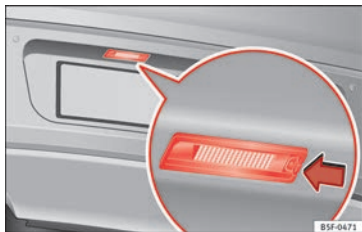

Fig. 117 Sur le pare-chocs arrière : éclairage de la plaque d'immatriculation.
1. Appuyez sur la languette de l'éclairage de la plaque d'immatriculation dans le sens de la flèche » **fig. 117**.